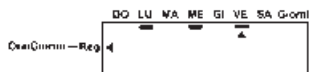

fig.15
- Premere **↑** per confermarlo, apparirà una sottolineatura sotto al giorno. Nei giorni sottolineati l'addolcitore farà la rigenerazione (fig. 15).